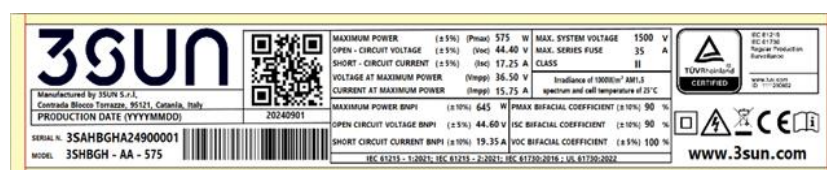

Figura 7: esempio di etichetta di alimentazione del modulo
3. Etichetta potenza nominale: posta sul retro del modulo in prossimità delle scatole di derivazione, contenente la data e il luogo di produzione, il numero di serie del prodotto, il codice a barre, un codice QR, la classe di corrente, il codice del prodotto, la potenza nominale, la corrente e la tensione, la tensione a vuoto, la corrente di cortocircuito, la tensione massima del sistema e i principali certificati (Figura 7).